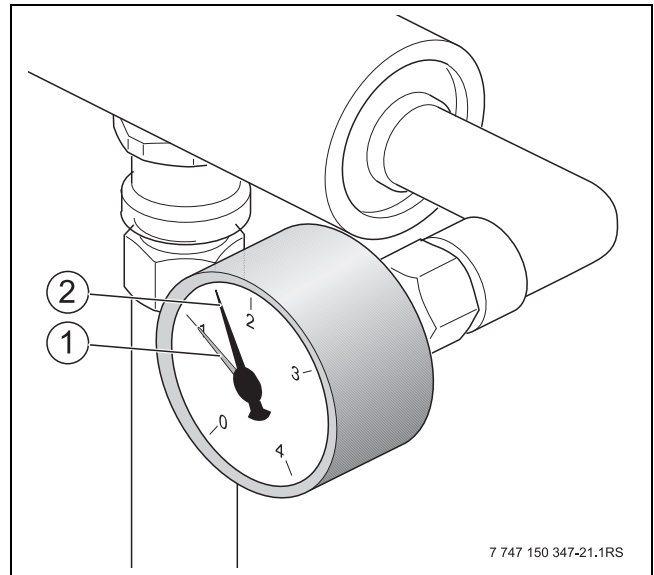

Bild 4 Manometer
- ▶ Wenn der Betriebsdruck durch das Entlüften abfällt (siehe Einstellung roter Zeiger am Manometer → Bild 4, Seite 8), muss Wasser nachgefüllt werden.